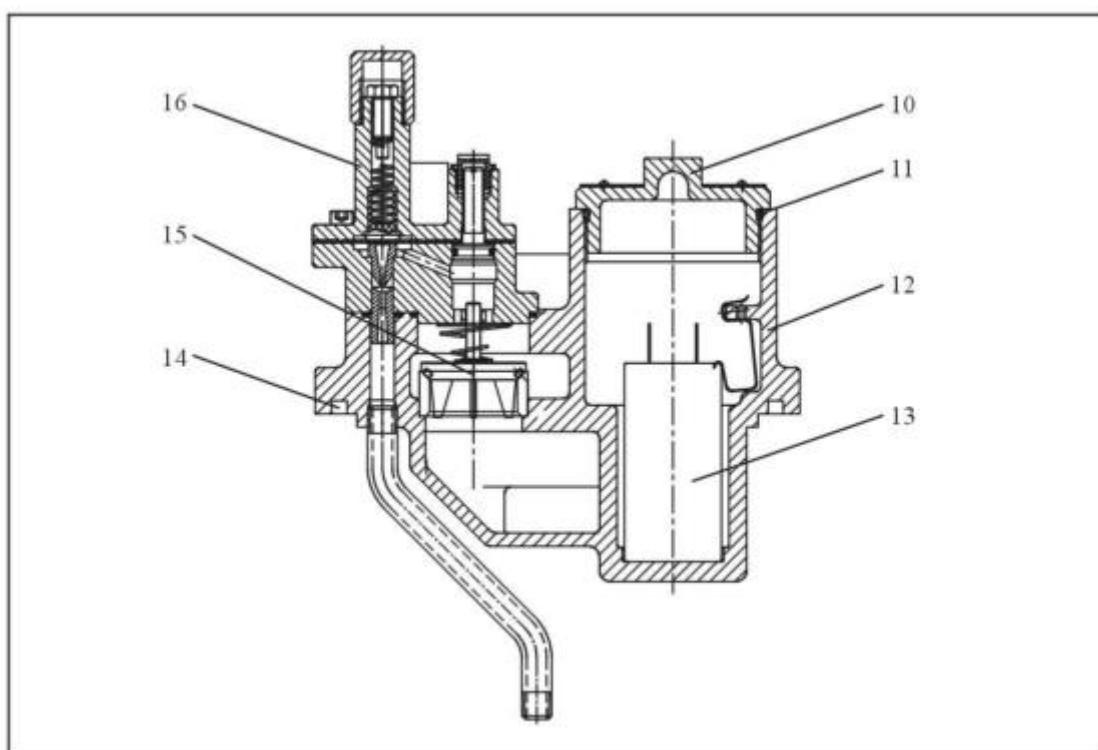

Рисунок 25: Уплотнительное устройство-коллектор в сборе, вид сбоку – Идентификация деталей
4. Убедитесь, что все сопрягаемые поверхности чистые. Установите новые уплотнительные кольца функционального элемента, смазанные вазелином, на функциональный элемент (см. Рисунок 25 на стр. 26). Осторожно установите новый функциональный элемент на место, затем замените два болта M10 и затяните с усилием 20–35 фут-фунтов (27–50 Н·м).